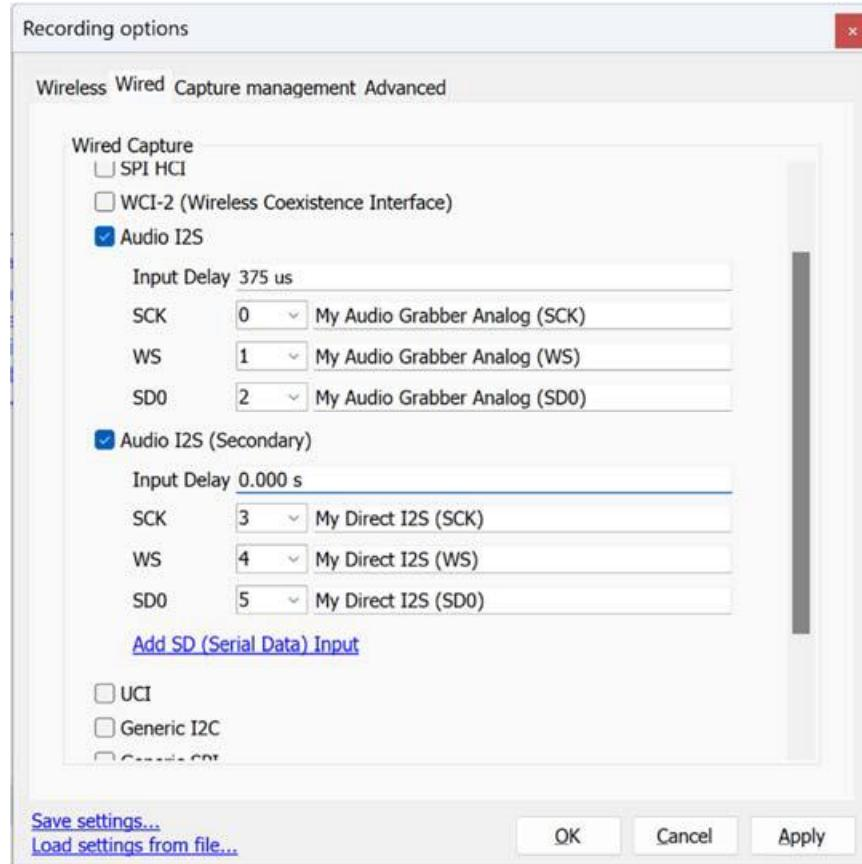

図 9 – Audio Grabber 用の Audio I2S 入力と入力遅延の Recording Options 設定例
- Recording Options で、図 9 に示すようにプライマリオーディオ I2S 入力を割り当てます。Audio Grabber へのアナログ入力は I2S に変換され、Audio Grabber PCB に示されているように、また図 9 の下部に書かれているように、I/O 0 (SCK)、1 (WS)、2 (SD0) に物理的に接続されています。Audio Grabber の入力遅延は 375μs です。